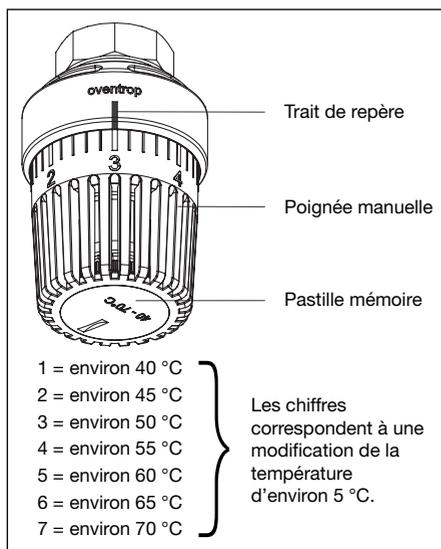

Fig. 7.3 Réglage de la température d'eau chaude sanitaire
- La température de soutirage doit atteindre la valeur souhaitée. Si nécessaire, contrôler le réglage au régulateur de température thermostatique (fig. 7.3).